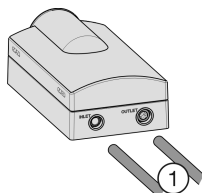

Fig. 37
- Introduire les tuyaux *Fig. 37 (1)* jusqu'à la butée (correspond au repère) au-delà de la résistance dans le module de filtrage de l'eau.